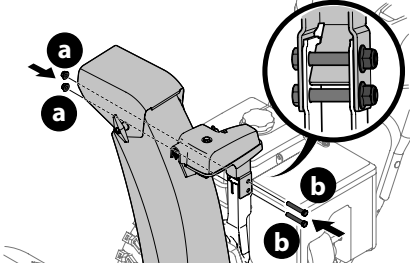

Figura 22
- Sujete el cabezal de control del canal a la ménsula de soporte del canal con las tuercas de seguridad (a) y los tornillos hexagonales (b) que extrajo en el Paso 1 (Figura 22).